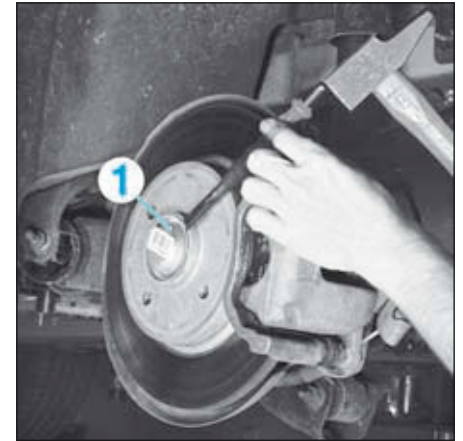

FIG.21
- Déposer le capuchon (1) (Fig.21).